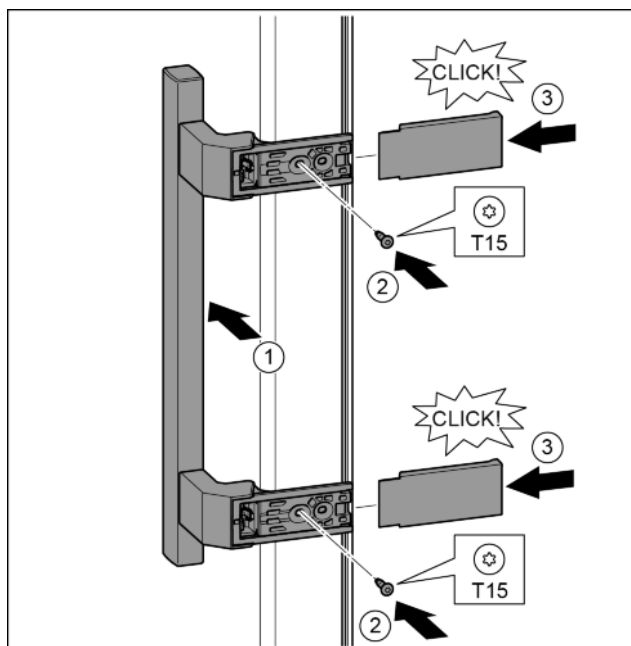

Fig. 37
- ▶ Встановіть ручку з протилежного боку. Fig. 37 (1)
- ▶ Закрутіть гвинти за допомогою викрутки T15. Fig. 37 (2)
- ▶ Встановіть кришки з боків та вставте їх. Fig. 37 (3)